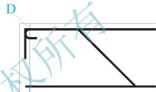

图 5.69 绘制架立筋的半圆弯钩
(g) 在指定下一个点或 [圆弧 (A)/ 半宽 (H)/ 长度 (L)/ 放弃 (U)/ 宽度 (W)]: 提示下, 向右水平拖动光标, 然后输入 “36” 并按 Enter 键, 结果如图 5.69 所示。